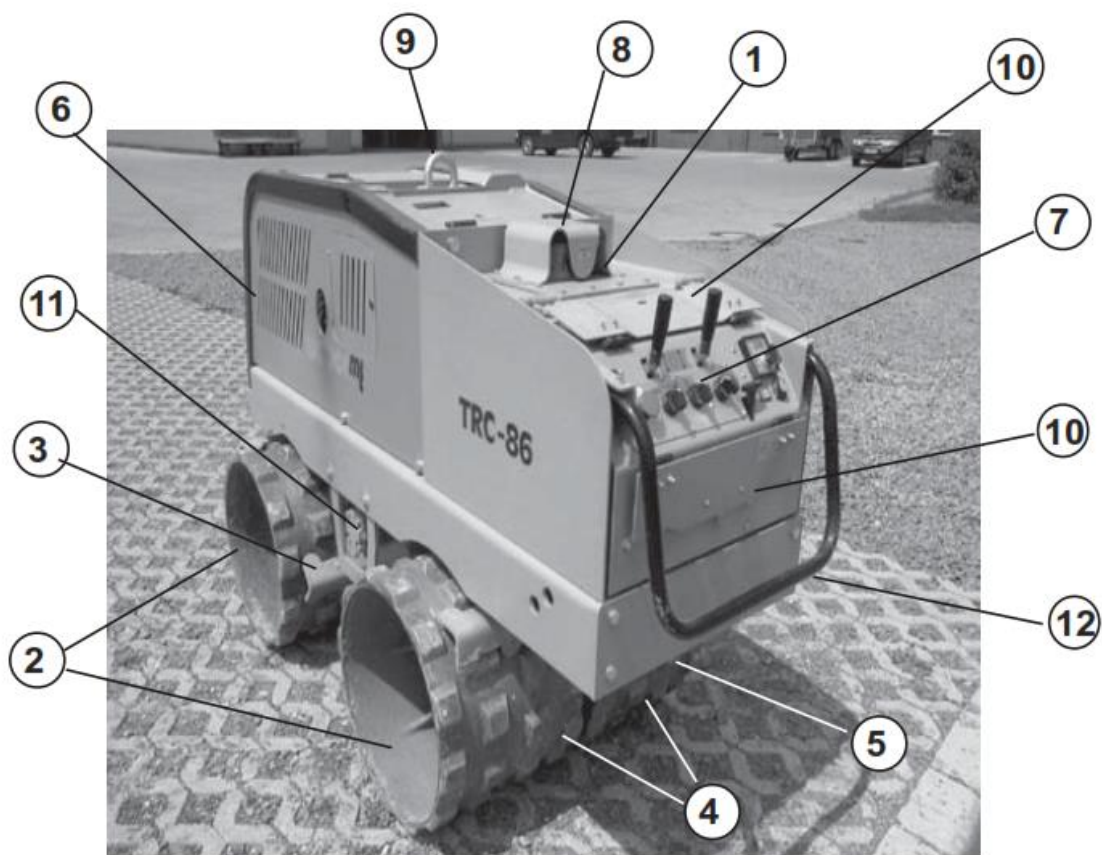

Figura 2
- Exemplu 1: (2/1) înseamnă figura 2, punct 1
Exemplu 2: (2/3,6) înseamnă figura 2, punct 3 și punct 6
Exemplu 3: (2/2...4) înseamnă figura 2, de la punctul 2 la 4